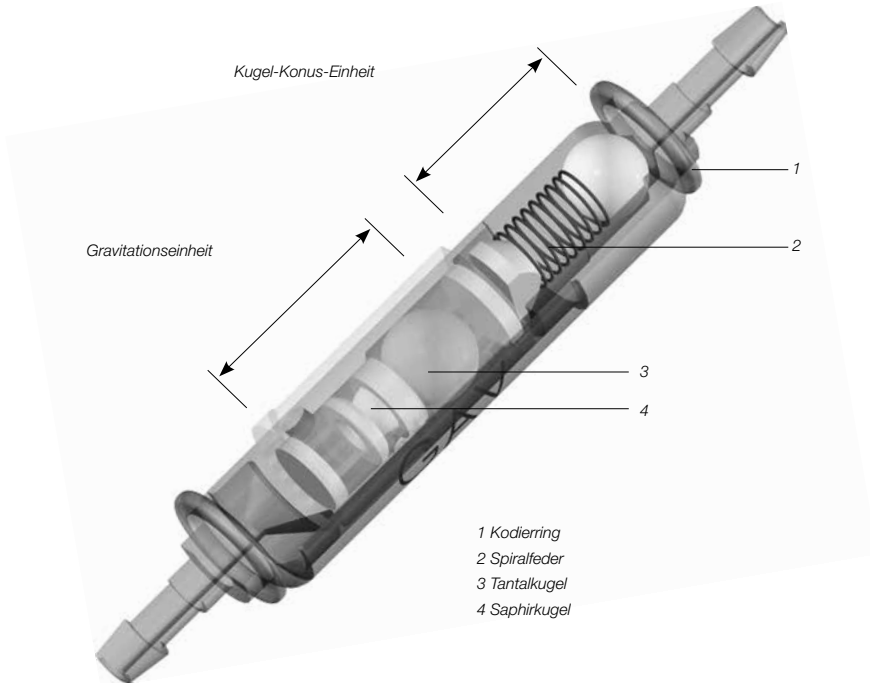

Abb. 1: GAV im Querschnitt
Abb. 1 zeigt eine schematische Querschnittszeichnung des GAV. Es besteht aus einem stabilen Titangehäuse, in dessen proximalem Teil eine bewährte Kugel-Konus-Einheit integriert ist. Eine Spiralfeder (2) gewährleistet den Öffnungsdruck der Kugel-Konus-Einheit. Die Gravitationseinheit im distalen Bereich besteht aus einer Tantal-Kugel (3), die den Öffnungsdruck dieser Einheit bestimmt, und einer Saphirkugel (4), die den präzisen Verschluss garantiert. Korderringe (1) ermöglichen die Identifikation der Druckstufen im Röntgenbild.